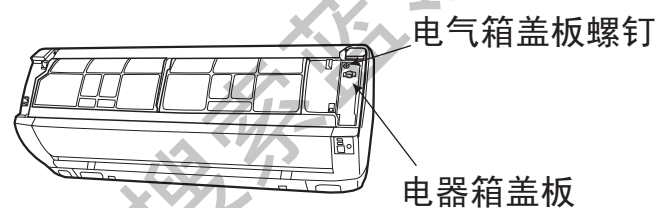

图14-2
### (2) 打开面板，拧下电气箱盖板固定螺钉，取下电气箱盖板。（如图14-2）